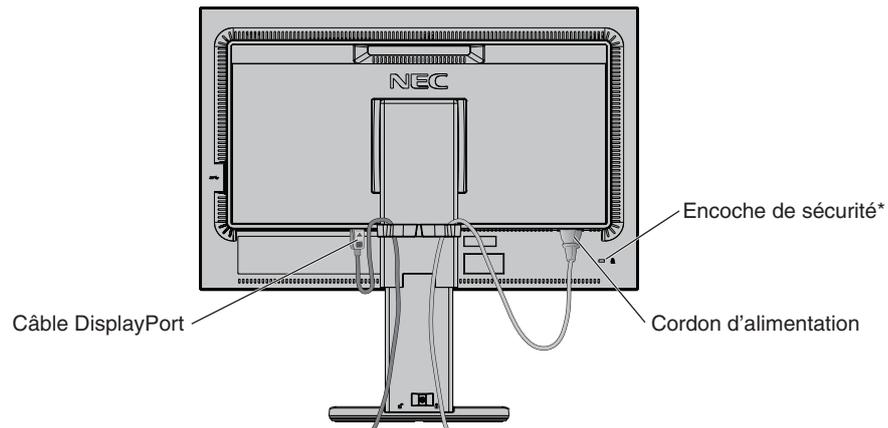
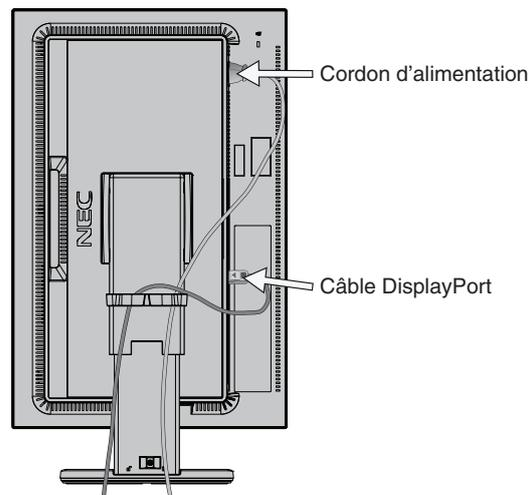

Figure C.2
Figure C.3
- Placez les câbles dans le support dédié se trouvant sur le socle (**Figure C.2** et **Figure C.3**).